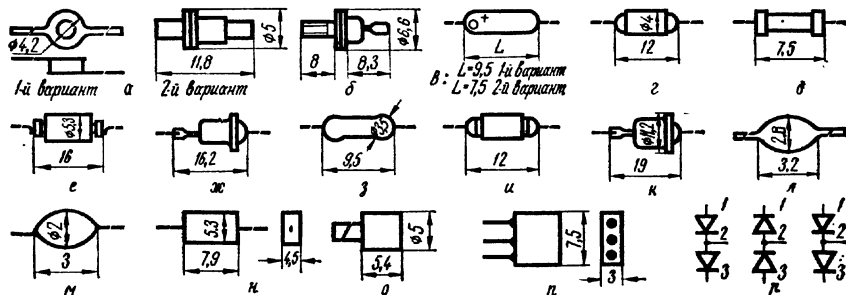

Рис. 259. Внешний вид и основные размеры выпрямительных диодов малой мощности
АД110А, АД112А. Размеры корпуса указаны на рис. 259, а (АД110А) и рис. 259, б (АД112А).
ГД107(А, Б). Диапазон рабочих температур от —60 до +60°С. Наибольшая температура корпуса 60°С. Маркировочная точка со стороны положительного вывода ГД107А — черная, ГД107Б — серая (см. рис. 259, в).
**Д2 (Б, В, Г, Д, Е, Ж, И).** Германиевый диод. Диапазон рабочих температур от  $-60$  до  $+70^{\circ}\text{C}$ . Граничная рабочая частота не менее  $100\text{ кГц}$  (см. рис. 259, е).
**Д7 (А, Б, В, Г, Д, Е, Ж).** Германиевый диод. Диапазон рабочих температур от  $-55$  до  $+70^{\circ}\text{C}$ . Граничная рабочая частота  $2000\text{ Гц}$  (см. рис. 259, ж). Выпрямленный ток, мА, не более при температуре:
**Д9 (Б, В, Г, Д, Е, Ж, И, К, Л).** Германиевый диод. Диапазон рабочих температур от  $-55$  до  $+60^{\circ}\text{C}$ . Граничная рабочая частота  $100\text{ кГц}$  1. Маркировка диодов цветными точками на средней части корпуса: Д9Б — красная, Д9В — оранжевая, Д9Г — желтая, Д9Д — белая, Д9Е — голубая, Д9Ж — зеленая и голубая, Д9И — две желтые, Д9К — две белые, Д9Л — две зеленые (см. рис. 259, з).
**Д101—Д103.** Кремниевые диоды. Диапазон рабочих температур от —60 до +100° С. Граничная рабочая частота 150 кГц (см. рис. 259, и).